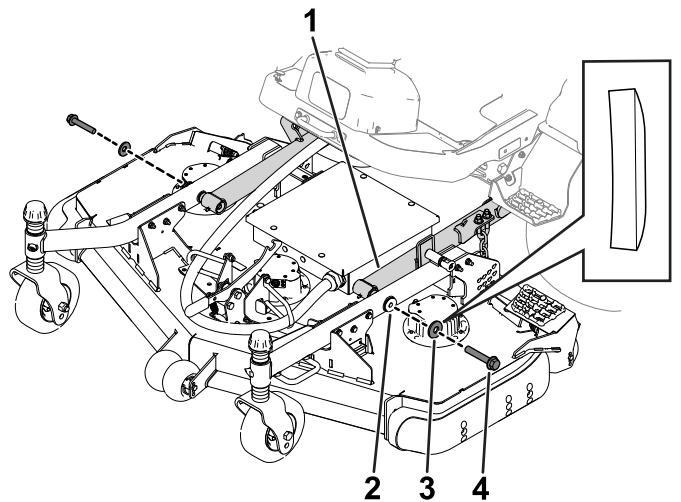

図 19
4. 昇降アームをキャストアームに固定しているボルトとワッシャを取り外す(図 19)。